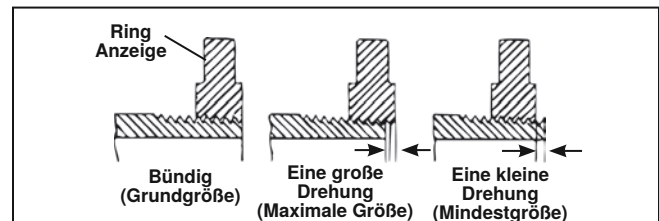

Abbildung 25 – Überprüfen der Gewindegröße
- Sehen Sie sich an, wie weit das Rohrende aus dem Lehring ragt. Das Rohrende sollte mit der Seite des Rings bündig sein, plus oder minus eine Drehung (Abbildung 25). Wenn die Messung kein korrektes Gewinde ergibt, schneiden Sie das Gewinde ab, justieren Sie den Schneidkopf und schneiden Sie ein weiteres Gewinde. Die Verwendung eines Gewindes, bei dem die Messung kein korrektes Resultat ergibt, kann zu Undichtigkeit führen.